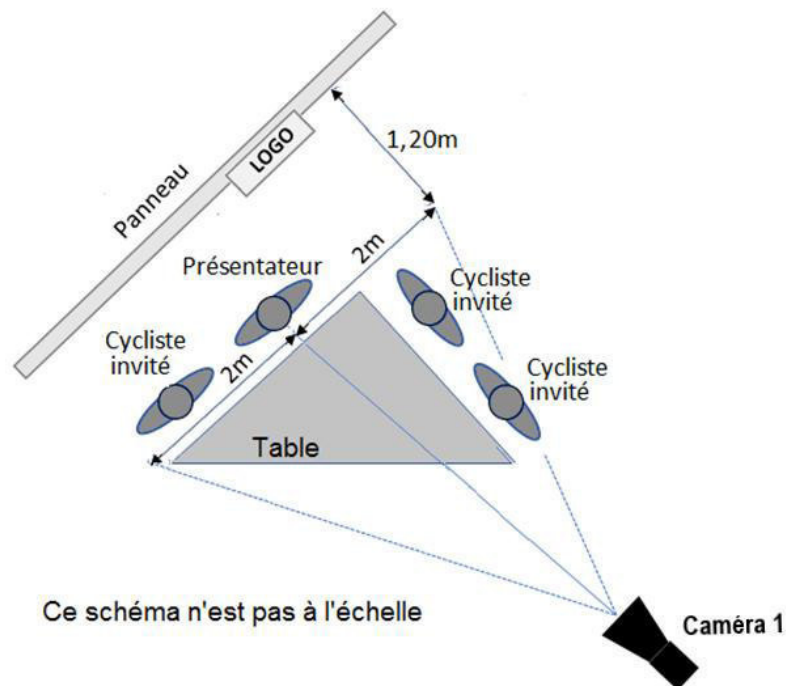

Figure 1
Le schéma d'implantation des caméras est donné sur la figure 1 ci-dessous. La caméra 1 est à 4 mètres du présentateur.
1.6 - Peut-on avec cette focale extrême, cadrer l'ensemble des participants et la table représentés sur la figure 1 ? L'objectif choisi permet-il de répondre aux exigences du réalisateur ?